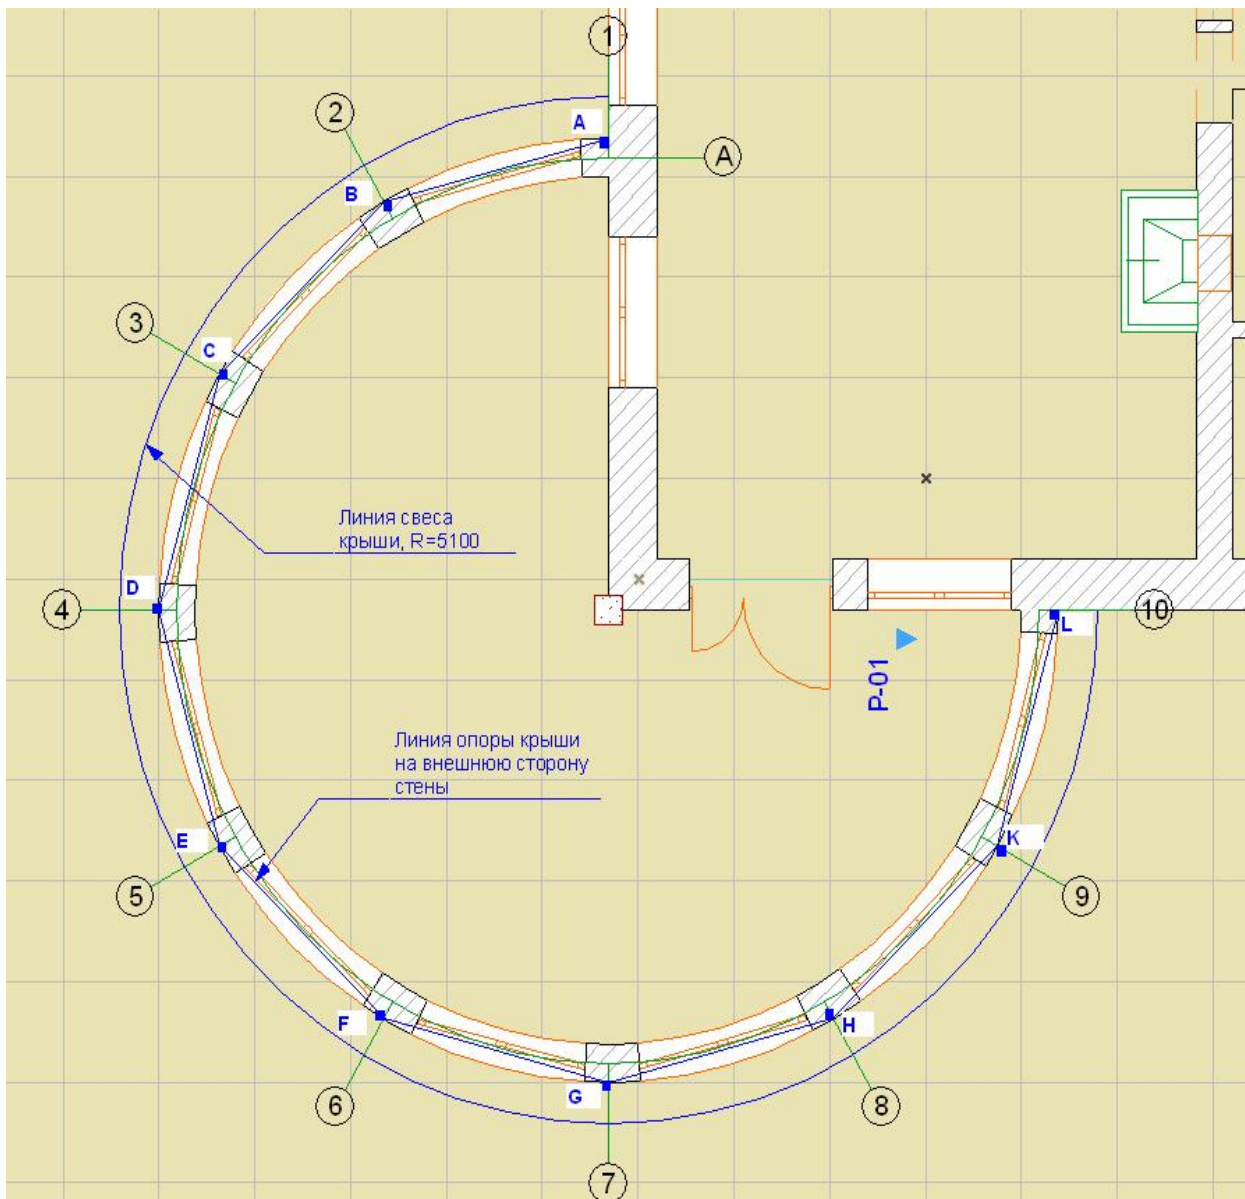

Рис. 4.3 Вспомогательные геометрические построения для установки крыши
6. Постройте окна. В ближайший проем к стене дома, по центру (на глаз) вставьте окно с параметрами: ширина — 1800, высота — 2000, высота от пола — 200. Выделите окно, и далее, используя функцию тиражирования, сделайте сразу еще 8 окон. Расстояние до наружной стены 120 мм (см. рис. 4.3.). Окно двустворчатое распашное.
8. Постройте вспомогательные линии A-B-C-D-...-L; они являются наружной плоскостью стены (использовать полилинию, см. рис. 4.3.).